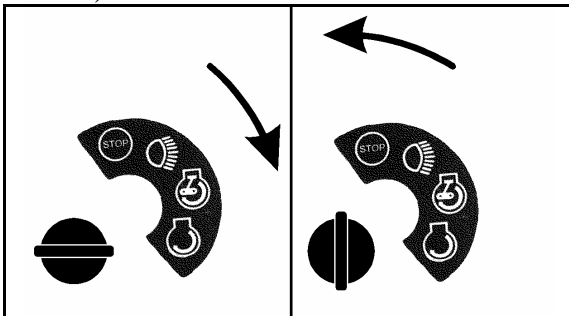

Fig.18
De lichten gaan automatisch aan bij het omdraaien van de contactsleutel.(fig. 18).
6. Draai de contactsleutel naar positie START (Fig. 18), en laat de sleutel terug los wanneer de motor start. Het demarreren gedurende meer dan 15 seconden kan oververhitting tot gevolg hebben. Laat in dat geval 2 minuten afkoelen alvorens terug te starten.
De lichten gaan automatisch aan bij het omdraaien van de contactsleutel tijdens het starten. (fig. 18).